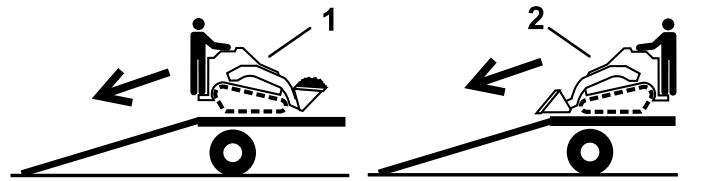

Рисунок 32
2. При выгрузке машины с прицепа по наклонному въезду более тяжелая часть машины должна быть обращена вверх, при этом грузы должны быть опущенными (Рисунок 32).